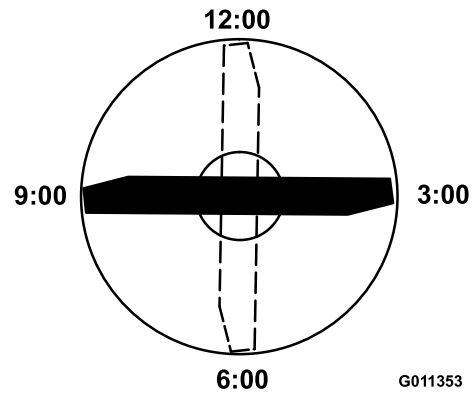

Figura 81
4. Coloque el filo de corte del extremo marcado de la cuchilla en la posición de las 12 (hacia adelante, en el sentido de la siega) (Figura 81) y mida la altura desde la mesa hasta el filo de corte de la cuchilla.
5. Gire el extremo marcado de la cuchilla a las posiciones de las 3 y de las 9 (Figura 81) y mida las alturas.